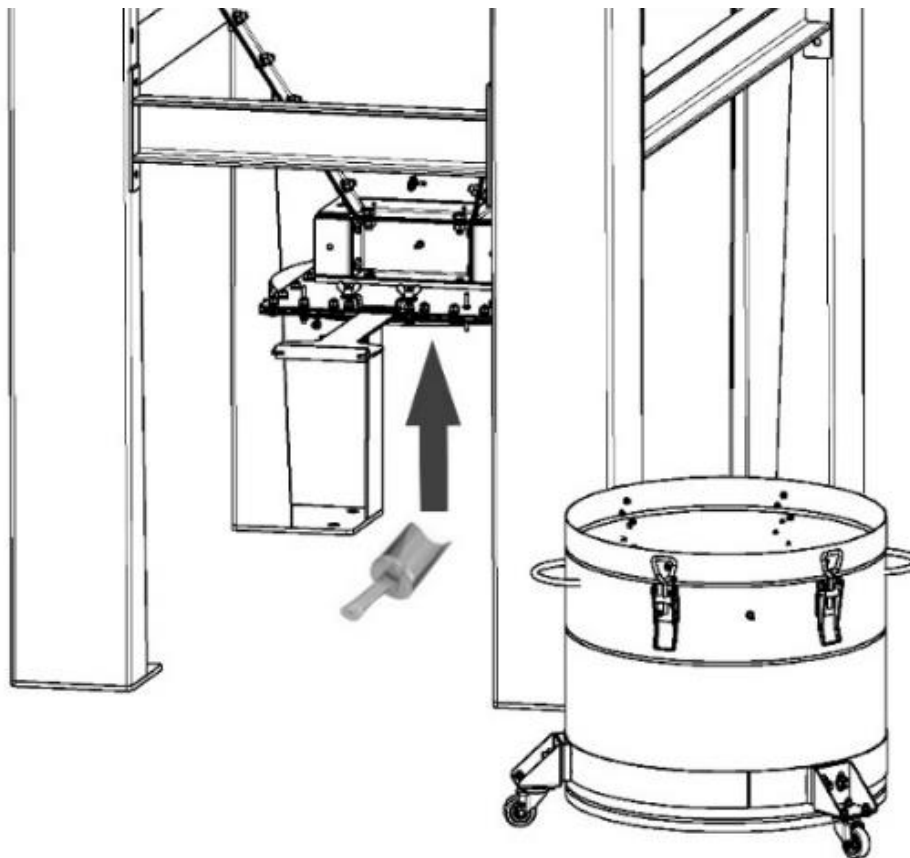

Рисунок 19
- 7) в отверстие бункера выгрузки пыли с помощью лопатки подавать (подбрасывать) небольшими порциями средство предзапыления, до тех пор, пока в фильтр не всосётся весь объём средства (рисунок 19);